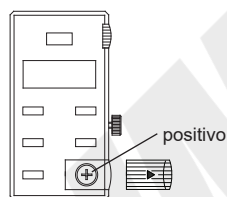

fig.1
1. Colocar a pilha na balança, o lado positivo da pilha deve ficar virado para fora (fig.1).